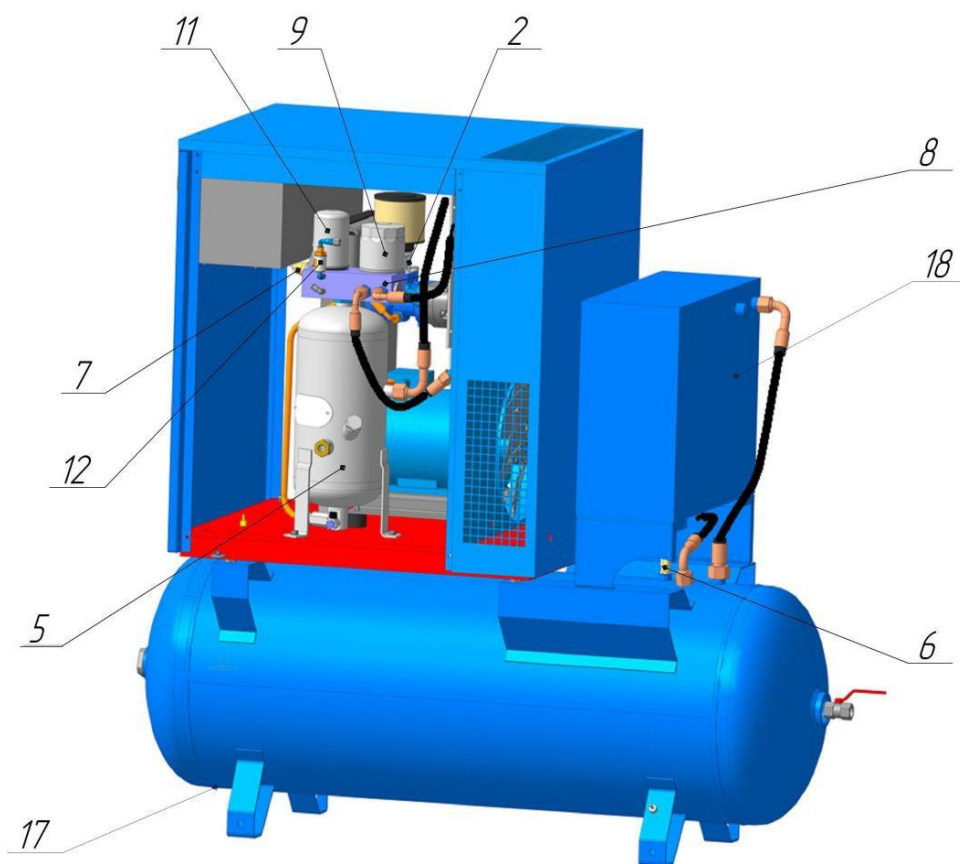

Рисунок 3 – Общий вид компрессорной установки ВК5Т-...-270Д, ВК7Т-...-270Д, ВК10Т-...-270Д
**6 – Клапан предохранительный** (см. рисунок 3) пневматический осуществляет защиту корпуса ресивера воздушного от превышения давления, по причине: "засорения" фильтра-маслоотделителя; неисправности клапана всасывающего или клапана минимального давления; неисправности датчика давления и др.
**17 – Конденсатоотводчик** (см. рисунок 3) предназначен для удаления скопившихся в ресивере конденсата и масла.
**18 – Осушитель** (см. рисунок 3) предназначен для отделения влаги, содержащейся в сжатом воздухе.